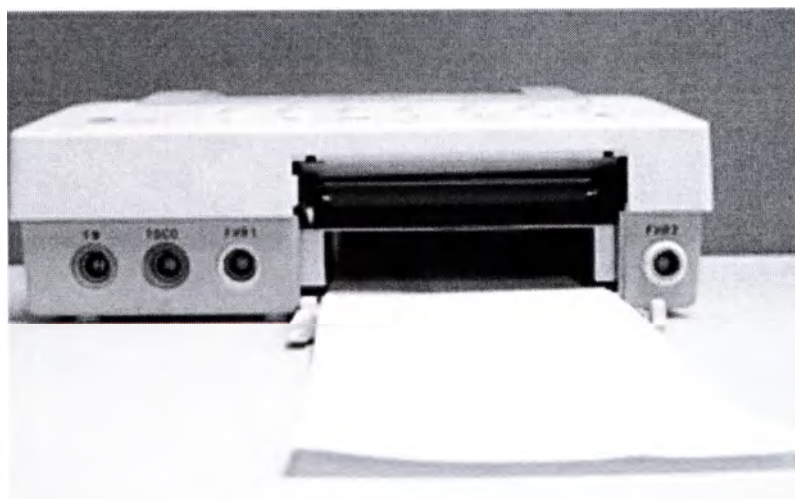

Рис. 6-2
3. Разверните верхний лист рулона бумаги, расположите так, чтобы маркировка «SUNRAY CO., LTD.» находилась справа, и вставьте бумагу в отсек для бумаги, как показано на Рис. 6-2.